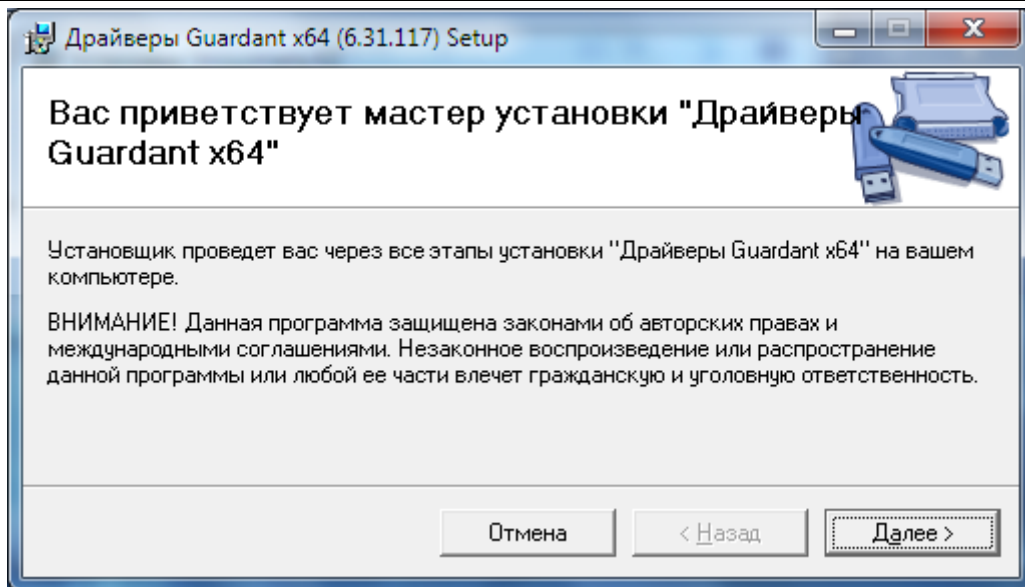

Рис. 10.2 Мастер установки Драйверы Guardant
2. Выполнить установку драйверов электронного ключа Guardant, следуя инструкциям мастера установки (рис. 10.2).